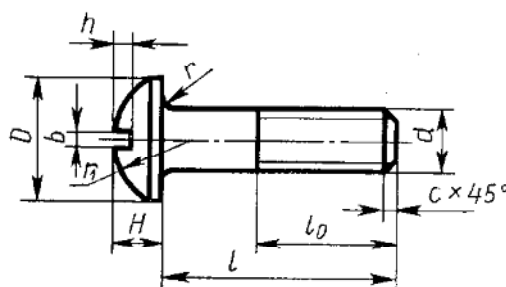

Рисунок 8
2. с цилиндрической головкой, ГОСТ 1491 - 80 (рисунок 8).